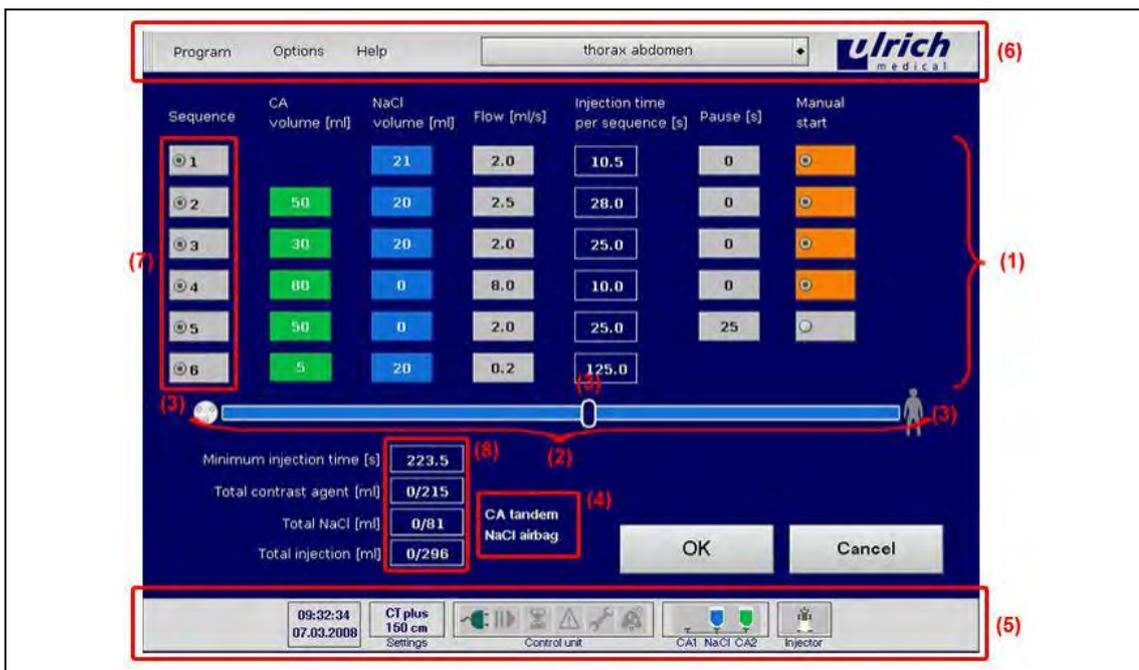

Рис. 23: Пользовательская оболочка сенсорного терминала
Панель меню находится в верхней части экрана (см. Рис. 23, стр. 41, № 6).
См. Рис. 23, стр. 41, № 2
см. Рис. 23, стр. 41, № 8
В нижней части сенсорного терминала (см. Рис. 23, стр. 41, № 5) находится панель символов состояния для постоянного информирования пользователя о режиме работы инжектора.
1. Выбрать последовательно в панели меню **Options > Settings > Operating Mode** (Опции > Настройки > Режим работы) (см. Рис. 23, стр. 41, № 6).